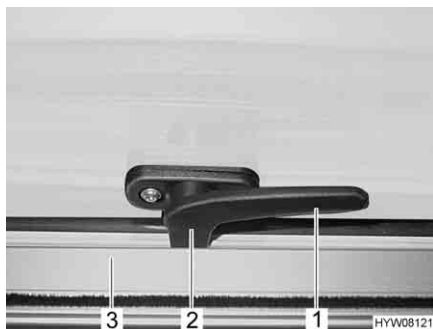

Fig. 82 Palanca de bloqueo en la posición de "cerrado"
- Girar la palanca de bloqueo (Fig. 82,1) un cuarto de vuelta hacia la mitad de la ventana.
- Girar la palanca de bloqueo (Fig. 82,1) un cuarto de vuelta hacia el marco de la ventana. El saliente de bloqueo (Fig. 82,2) se encuentra en la cara interior del bloqueo de la ventana (Fig. 82,3).